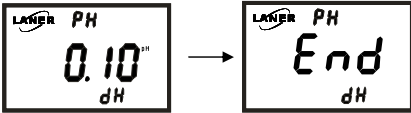

图 7-13
2、按 **←** 键或 **→** 键将数值调至控制所需的数值，然后按 **ENT** 键确认，仪表显示迟滞量调节结束。显示如图 7-13 所示：